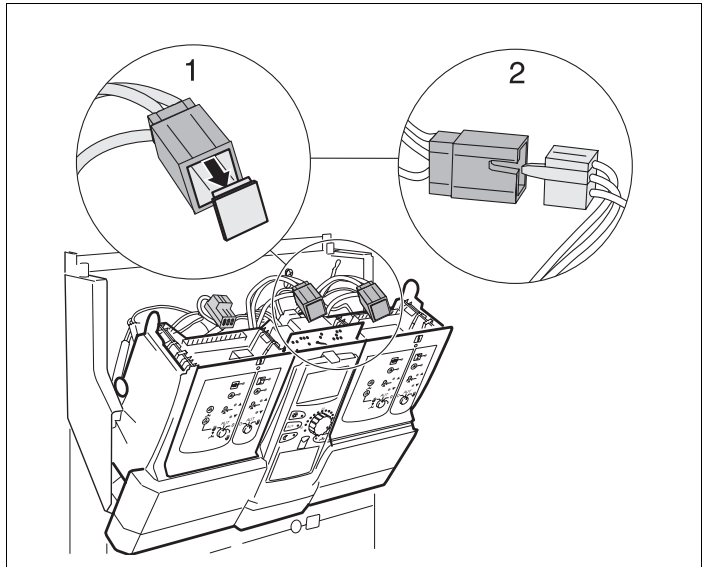

Bild 8 Netzanschluss Steckplatz 2 herstellen
- Blindstecker (→ Bild 8, [1]) des dreipoligen Steckers (Kabelbaum) entfernen.
- 230-V-Modulanschlussstecker in den dreipoligen Stecker (→ Bild 8, [2]) einstecken.